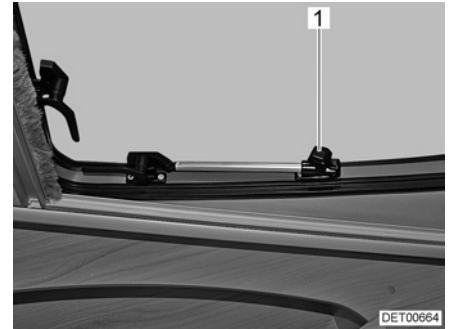

Bild 30 Takfönster med vridspärrar, öppen
- Det takfönstret öppnas till önskat läge och låses med den lettrade hylsan (Bild 30,1).
- Vrid den lettrade hylsan (Bild 30,1) tills låsningen släpper.